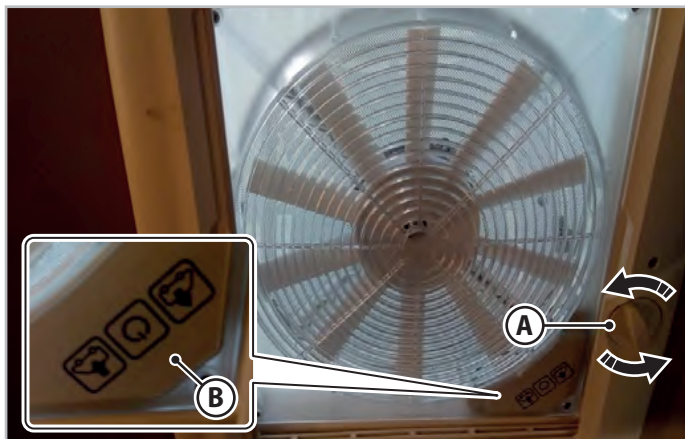

Fig. 6.9 - Oblò con volantino di apertura
Ruotando il volantino di apertura (**A** - Fig. 6.9) nei due sensi di rotazione l'oblò viene sollevato (per l'apertura) o abbassato (per la chiusura). È possibile regolare l'apertura dell'oblò in qualsiasi posizione intermedia.
Per utilizzare la funzione di ventilazione e aspirazione, aprire l'oblò con il volantino (**A** - Fig. 6.9) e selezionare la funzione di ventilazione con ingresso di aria (IN) o aspirazione (OUT) usando il tastierino (**B** - Fig. 6.9).